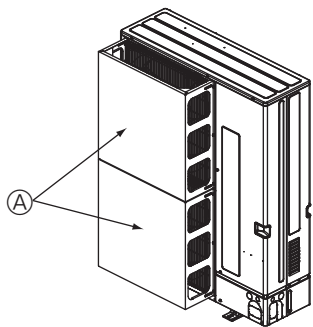

Fig. 2-16
- ① Installer un guidage d'air optionnel si l'appareil est placé dans un endroit où les vents violents d'un typhon par exemple pourraient s'engouffrer directement dans la sortie d'air. (Fig. 2-16)